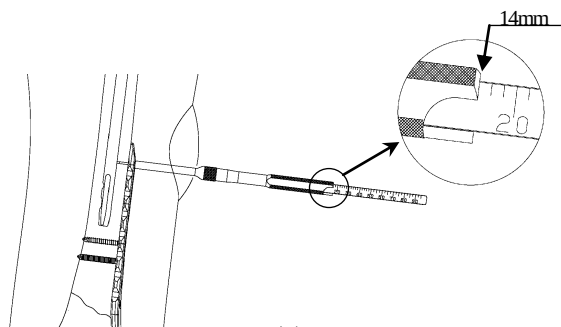

図 26
- 1) 手順 2-1. 5) ～9) と同様に、ロッキングスクリューホールにスクリューを挿入し固定します。髄内釘又は人工関節等に干渉しないよう、イメージ下で確認しながら慎重にドリリングしスクリューを挿入して下さい。デプスゲージ先端が髄内釘又は人工関節等に当たったところで計測値を読むと、髄内釘等の端面から 2mm マイナスされた値が読み取れます。(図 26)